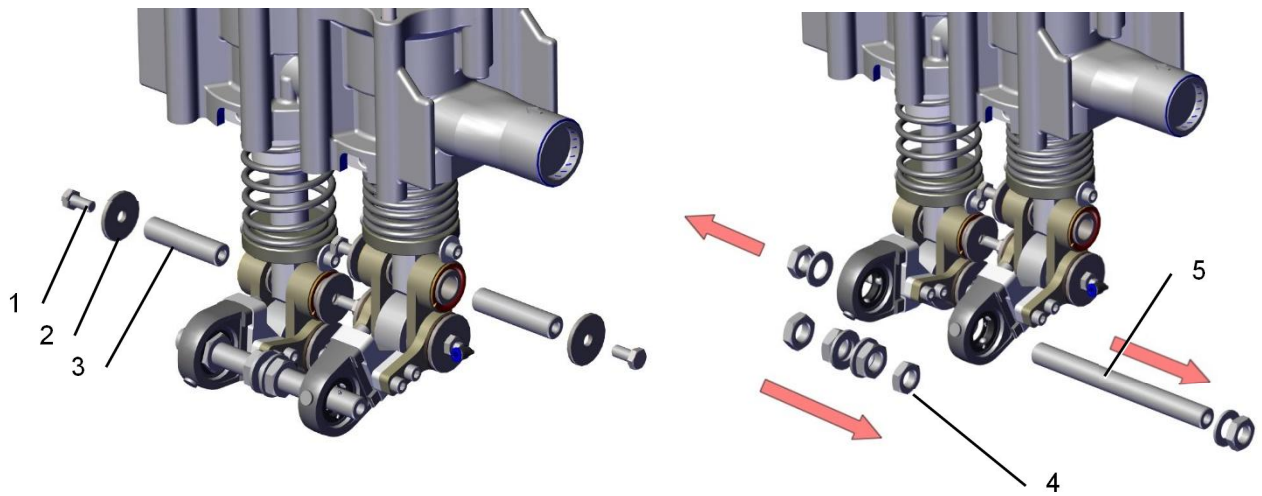

图 7-6：双摇臂悬架的拆卸 n
1. 在每侧分别拧出一枚 M10x20 六角螺栓 (1) (图 7-6：双摇臂悬架的拆卸)。
2. 拆卸止推垫片 (2)。
3. 拔出两根轴 (3)。
4. 沿箭头所示方向从横向轴 (5) 上旋出并拆下所有 M20x1.5 六角螺母 (4)。